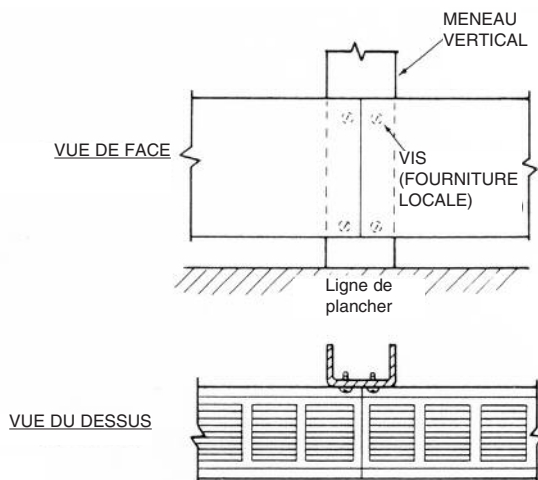

Figure 6
- Fixez le carter au meneau en utilisant les trous de montage dans les boîtiers de raccordement, comme montré en Figure 6.